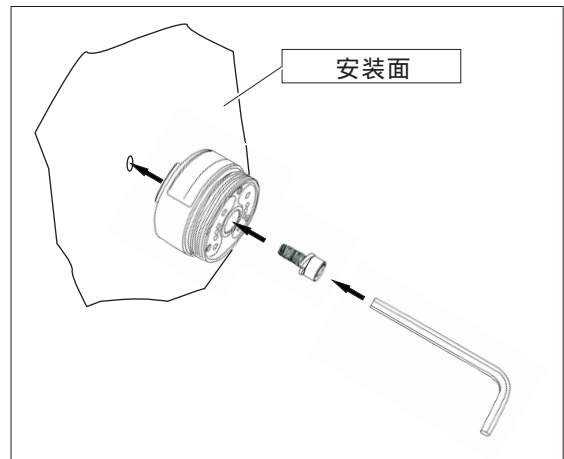

图11：安装面的固定
2. 检测通过强力固定圆柱螺栓和弹簧垫圈来进行（图 11）。